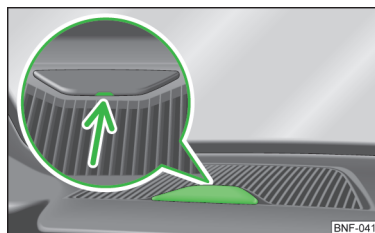

Fig. 76
- › Stik fx en mønt ind i udskræingen » Fig. 76, der er markeret med en pil, og klap forsigtigt afdækningen op.
- › Luk åbningen til holderen i instrumentpanelet med afdækningen » Fig. 76.